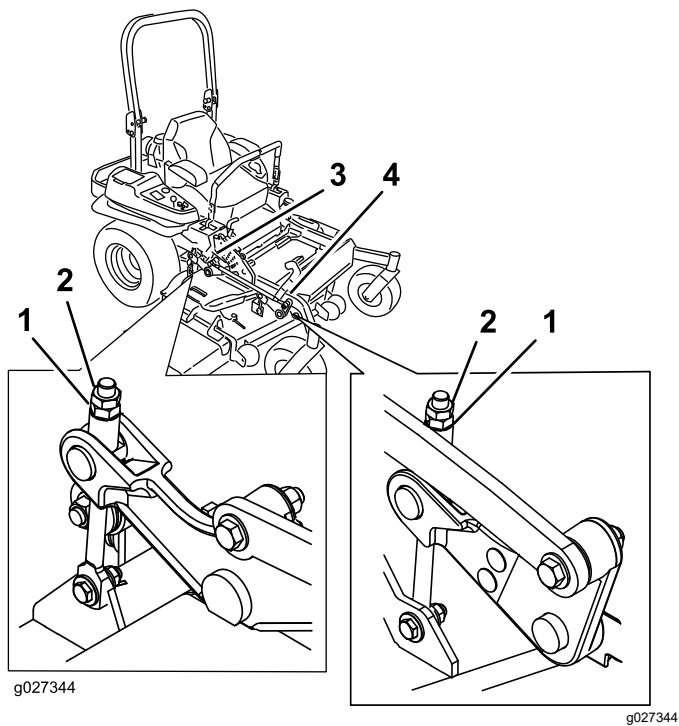

Figure 97
- Ajustez précisément le serrage de l'écrou de réglage sur l'ensemble de levage du tablier avant (Figure 97).
16. Ajustez précisément la vis de réglage en la tournant jusqu'à obtention d'une hauteur de 8,3 mm (3¼ po) (Figure 97).